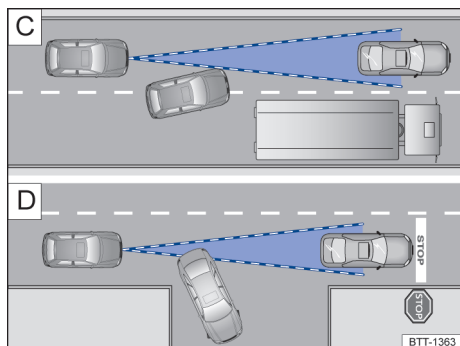

Fig. 146 C) Troca de faixa de rodagem. D) Veículo virando ou parado.
Por exemplo, se um veículo detectado pelo ACC virar ou mudar de faixa, e se houver um veículo parado à frente deste veículo, o ACC não reagirá ao veículo parado → Fig. 146 D).
- Veículos que mudam diretamente para a faixa própria na frente do veículo próprio → Fig. 146 C).